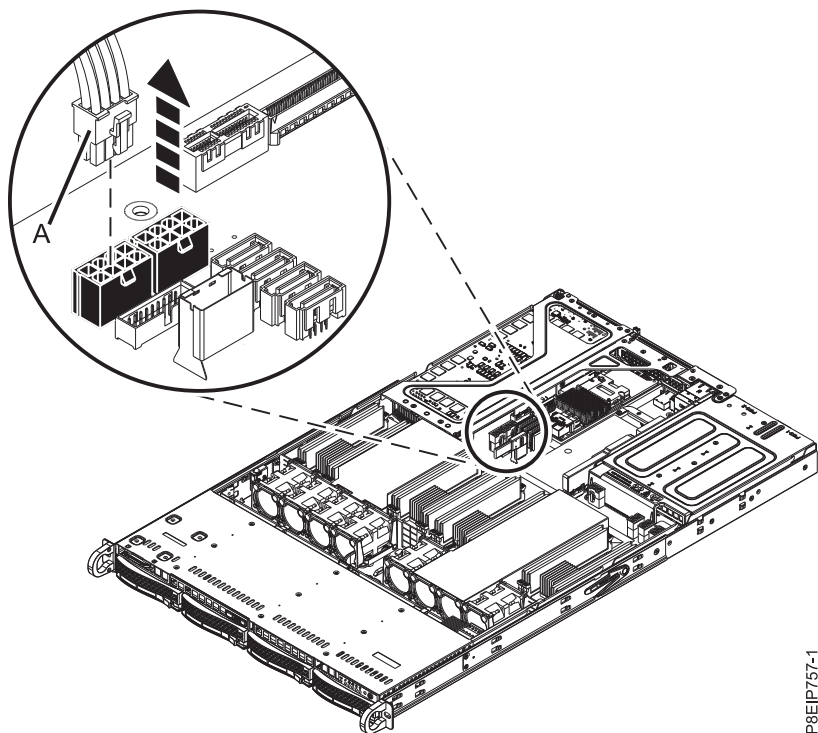

図 35. GPU 電源ケーブルのプラグを抜く
- c. ライザーに GPU が格納されている場合、電源ケーブル (A) をシステム・バックプレーンから取り外します (38 ページの図 35 を参照)。親指でコネクターのリリース・ラッチを押して、ケーブルを取り外します。